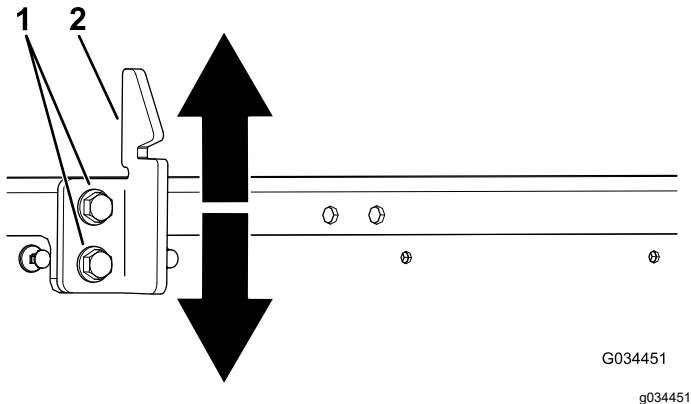

图 64
3. 拧松货斗门锁撞销上的 2 个螺栓并向上或向下取决于撞销过高还是过低移动撞销 图 64。
4. 拧紧货斗门锁撞销上的 2 个螺栓 图 64。